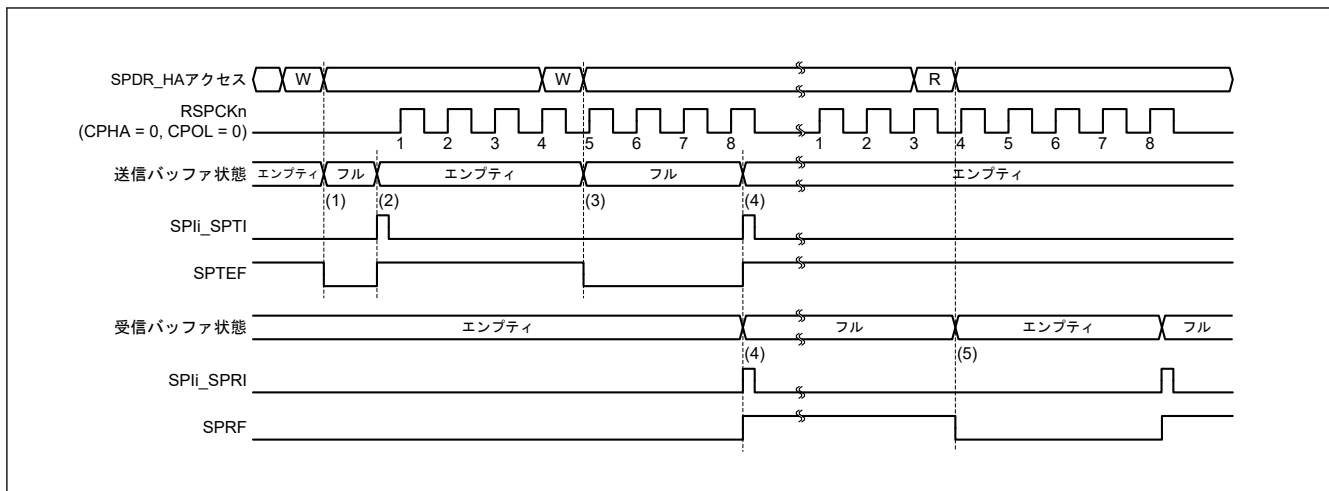
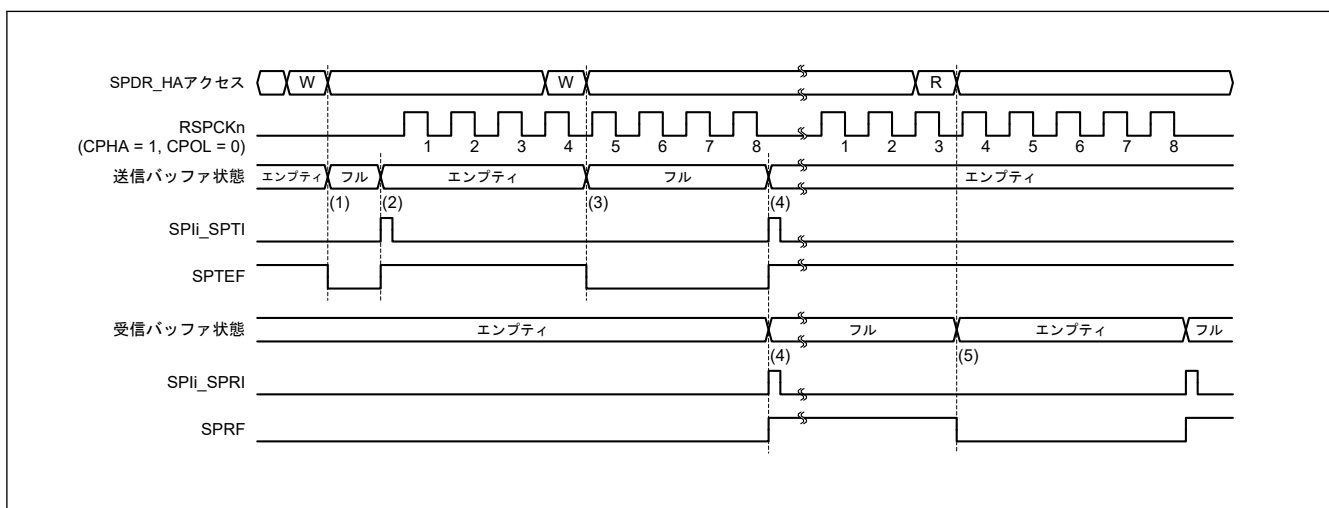

図 28.26 SPIi_SPTI、SPIi_SPRI 割り込みの動作例 (CPHA = 0、CPOL = 0)
図 28.27 SPIi_SPTI、SPIi_SPRI 割り込みの動作例 (CPHA = 1、CPOL = 0)
図 28.26 および 図 28.27 に、送信バッファエンプティ割り込み (SPi_i SPTI) と受信バッファフル割り込み (SPi_i SPRI) の動作例を示します。図 28.26 および 図 28.27 に記載した SPDR レジスタアクセスは、SPDR_HA レジスタへのアクセス状況を示しています。W は書き込みサイクル、R は読み出しサイクルを示しています。図 28.26 では、SPCR.TXMD ビットが 0、SPCMD0.CPHA ビットが 0、SPCMD0.CPOL ビットが 0 の設定で、SPI が 8 ビットのシリアル転送を実行しています。図 28.27 では、SPCR.TXMD ビットが 0、SPCMD0.CPHA ビットが 1、SPCMD0.CPOL ビットが 0 の設定で、SPI が 8 ビットのシリアル転送を実行しています。RSPCK_n 波形の下に記載した数字は、RSPCK サイクル数 (= 転送ビット数) を示しています。
以下に、図 28.26 および 図 28.27 の (1)~(5) での SPI の動作内容を説明します。